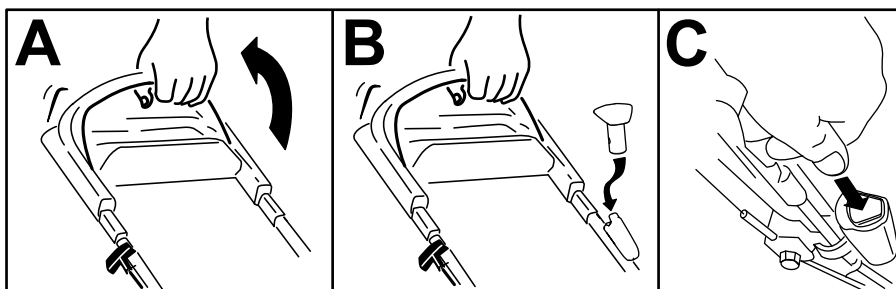

Figura 13
1. Tenete la barra di comando delle lame contro la maniglia (A della Figura 13).
2. Se il pulsante di avviamento elettrico è stato rimosso, inseritelo nell'avviatore elettrico (B della Figura 13).
3. Premete il pulsante di avviamento elettrico fino a quando il motore non si avvia (C della Figura 13).